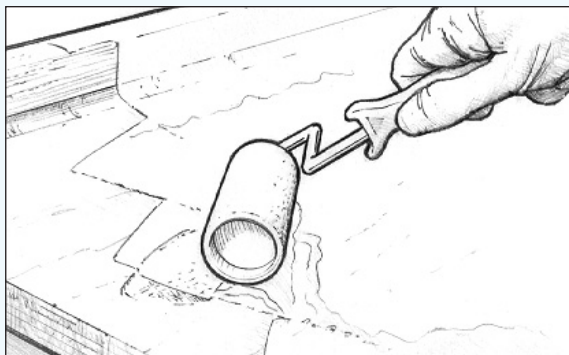

Figure 21 Imprégner les surfaces poreuses avant d'appliquer les composants d'enduit.
2. Imprégnez les surfaces poreuses avec un mélange résine/durcisseur (*Figure 21*).